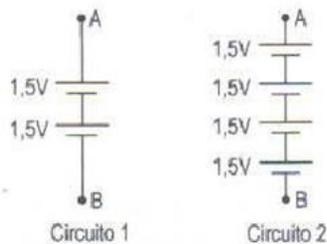

Figura 3.3
- 2) Associe as pilhas, conforme a Figura 3.3, e meça a tensão entre os pontos A e B, anotando os resultados no Quadro 3.2.